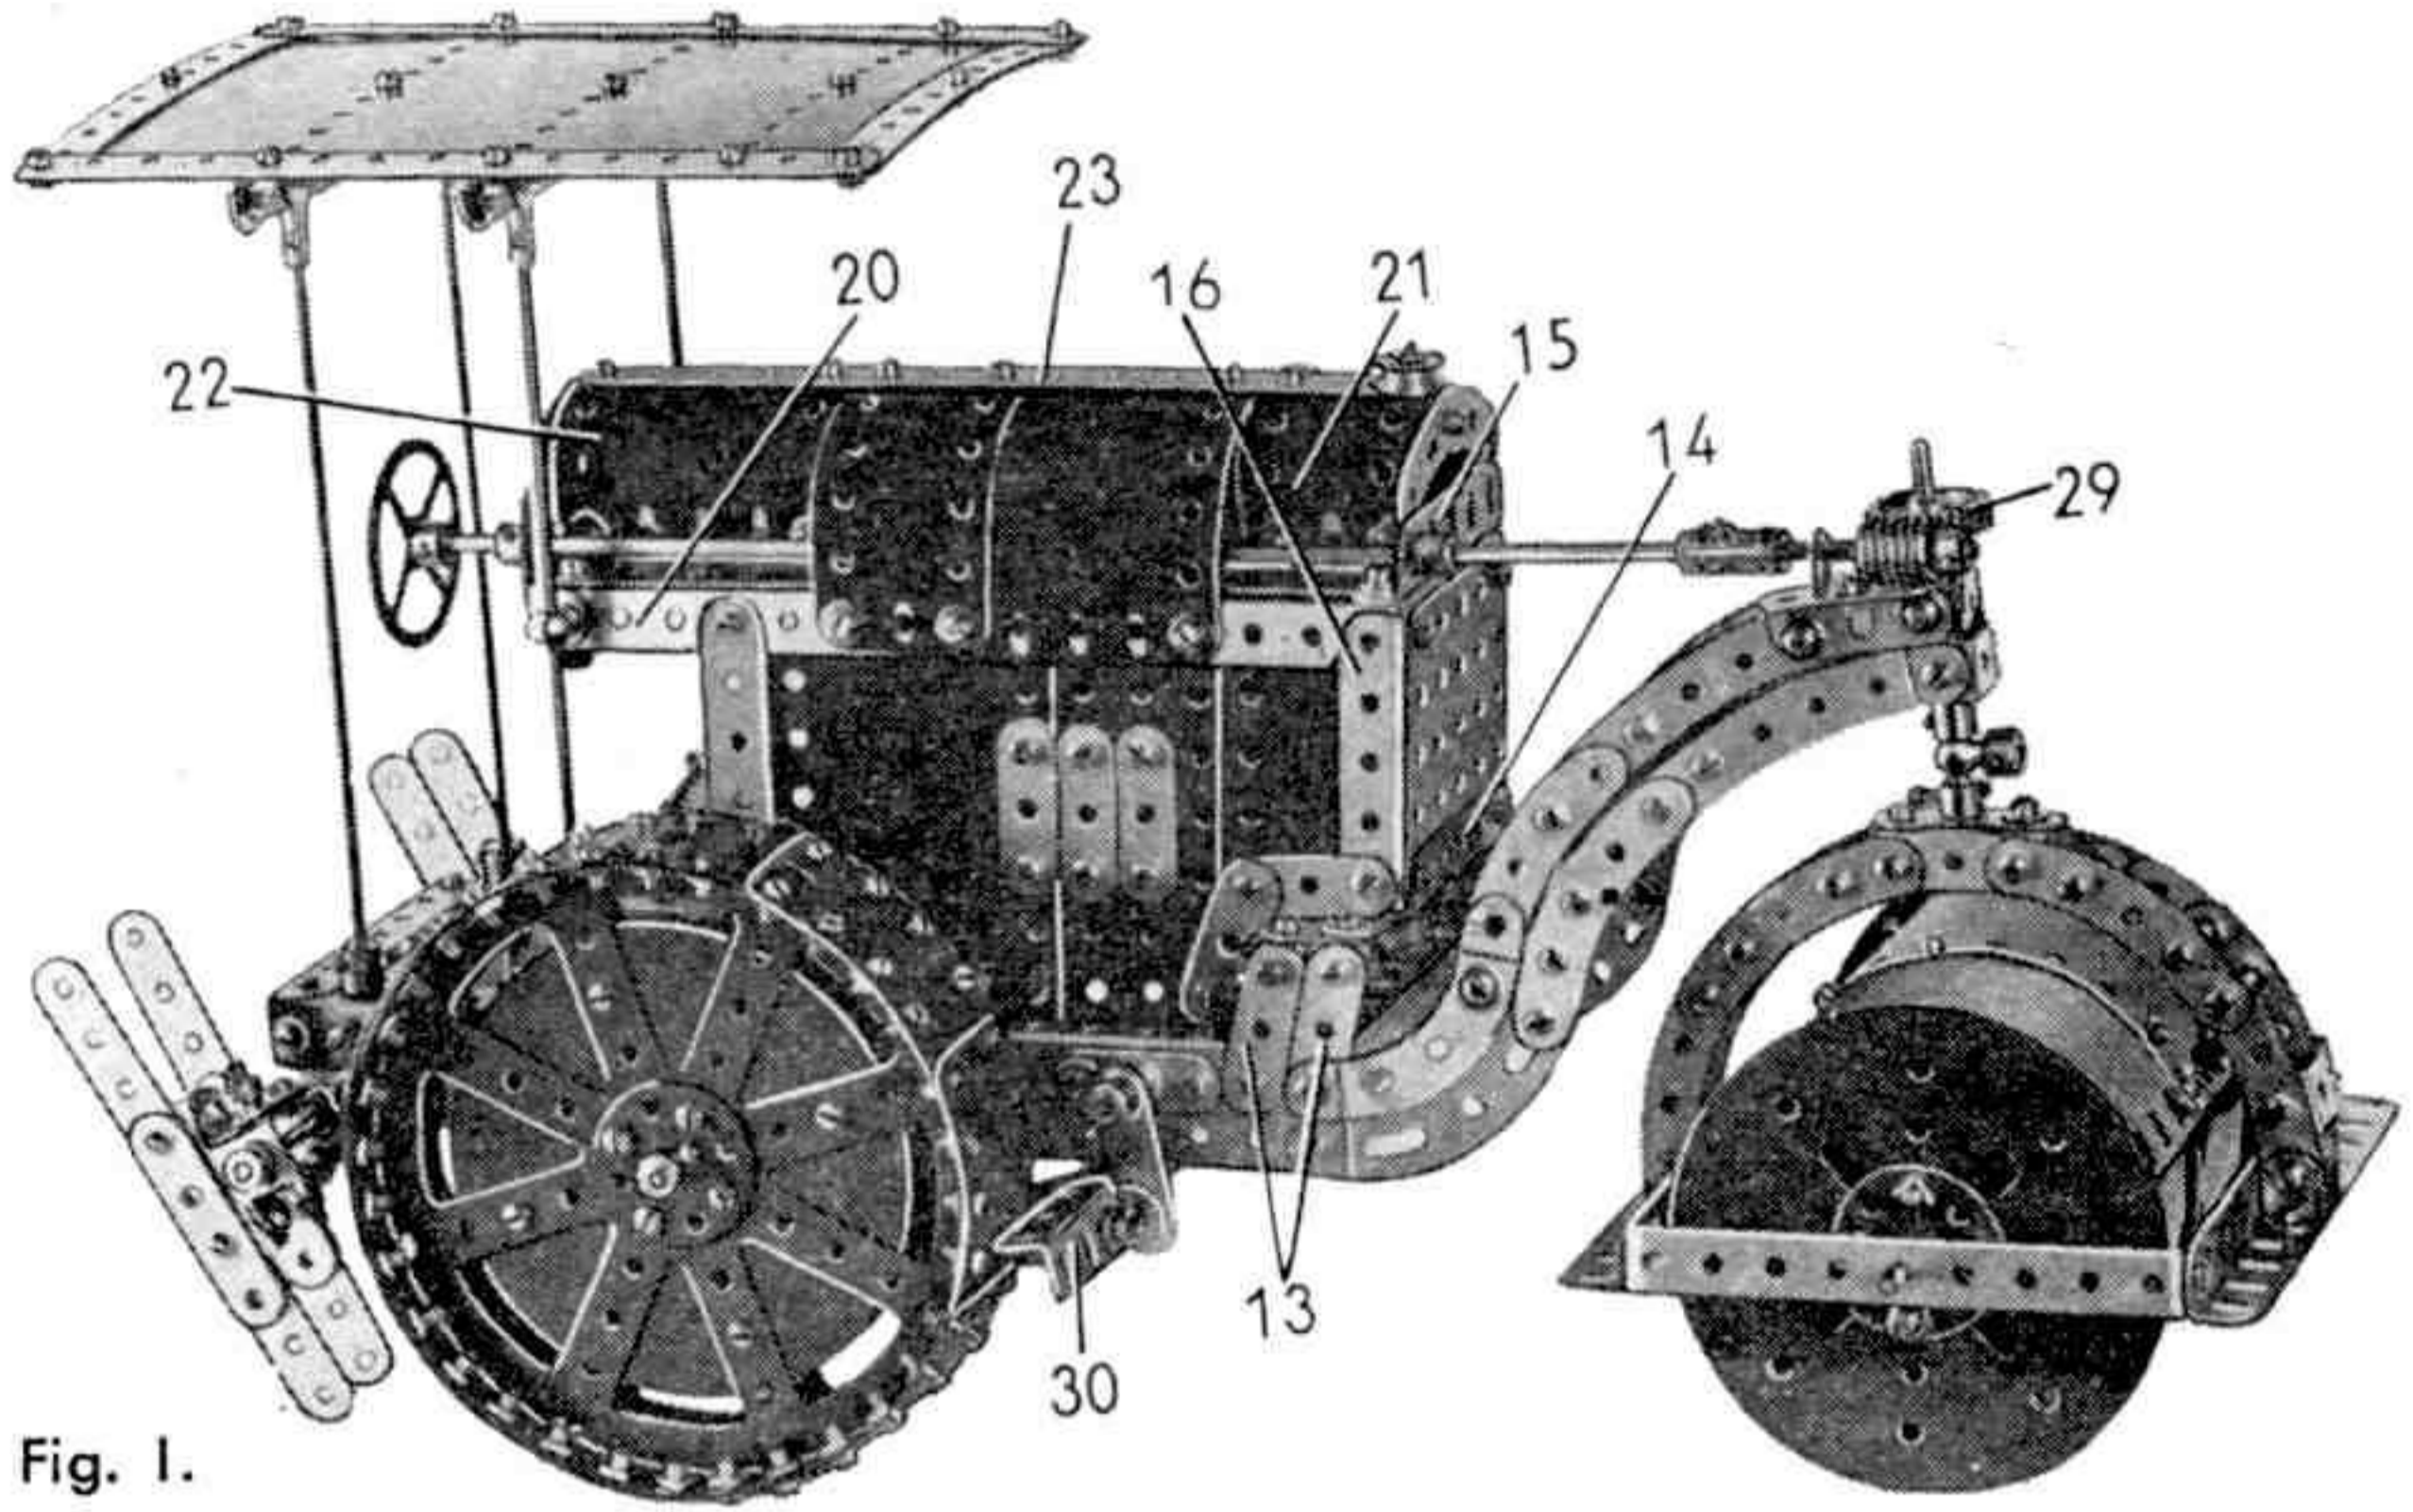

Fig. 1.
Deux bandes de 3 trous (13) sont boulonnées obliquement à l'avant et de chaque côté du châssis. Elles portent deux équerres réunies par un support plat ; les équerres avant de chaque côté sont reliées par une bande de 9 trous munie d'une cornière de 5 trous (14) (fig. 1).
Du côté opposé au moteur (fig. 1), la cornière (16) est réunie à une bande symétrique de la bande (17) par une cornière de 15 trous (20). La cornière (20) et la bande (19) débordent de 3 trous vers l'arrière et sont assemblées par une bande coudée de 60×12 mm.
Une tringle de 7,5 cm. est bloquée dans le bras de manivelle (28). Elle passe dans la chape d'articulation (5) et dans le support double (4) fixés à l'extrémité du col de cygne. L'ensemble est tenu en place par une roue de 38 dents (29) (fig. 1).